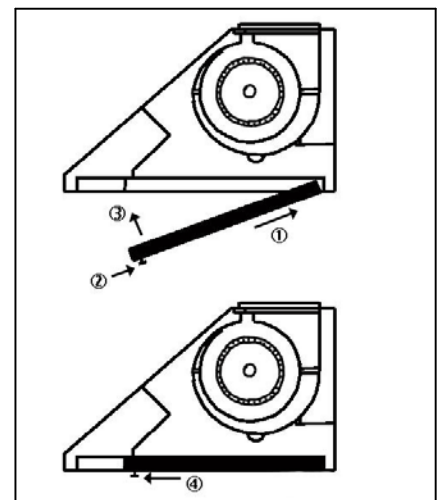

Figura 10
- 17) Coloque los filtros deflectores debajo de la campana. Consulte la Figura 10